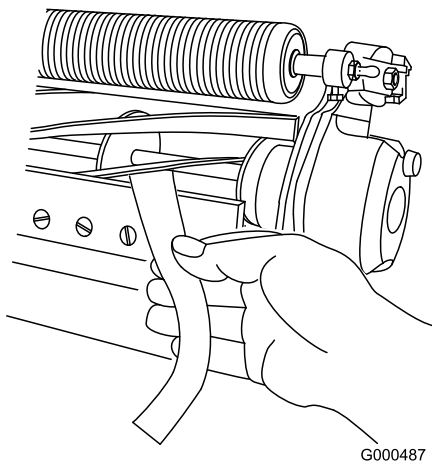

Figure 10
3. À une extrémité du cylindre, insérez une longue bande de papier journal entre le cylindre et la contre-lame (Figure 10). Tout en tournant lentement
5. Vérifiez ensuite si le cylindre peut saisir le morceau de papier inséré par l'avant et le couper lorsqu'il est inséré perpendiculairement à la contre-lame (Figure 10). Normalement, le papier doit être coupé avec un minimum de contact entre la contre-lame et les lames du cylindre. Si le cylindre semble frotter excessivement; il faudra éventuellement roder ou affûter les lames pour obtenir les tranchants nécessaires à une tonte de précision (voir le Manuel d'affûtage Toro).